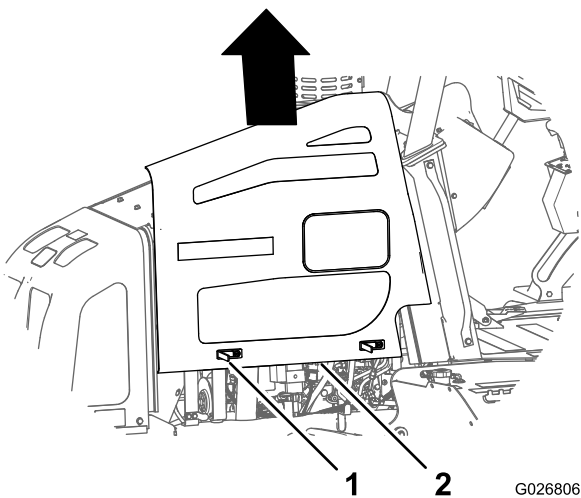

Bild 61
4. Heben Sie die Platte an und nehmen sie von der Maschine ab (Bild 61).